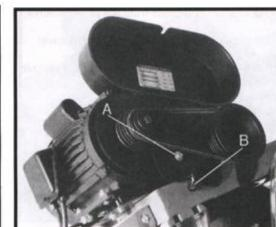

Fig. 2
5. Schuif de riemafdekking over de poolie-assemblages en bevestig deze met schroeven en ringen (A, Afb. 2).
6. Sluit de riemafdekking en zet deze vast met de vergrendelingsknop (B).